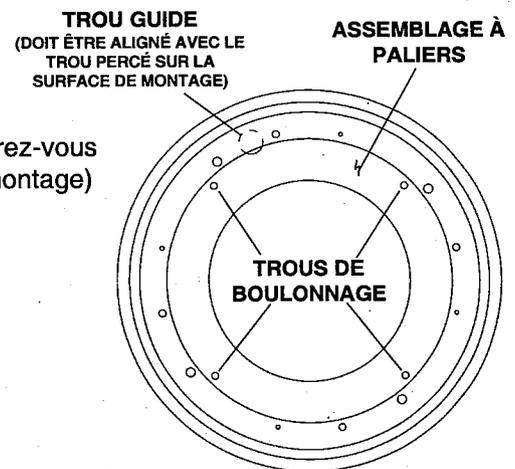

FIGURE 2
- Vissez l'assemblage à paliers à l'aide des quatre boulons (10-24 unc ou équivalent) (Reportez-vous à la figure 2 pour l'emplacement de trous de boulonnage)